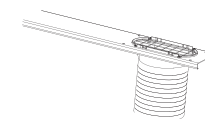

Рис. 5
2. Подключите шланг-воздуховод к прибору (Рис. 5).